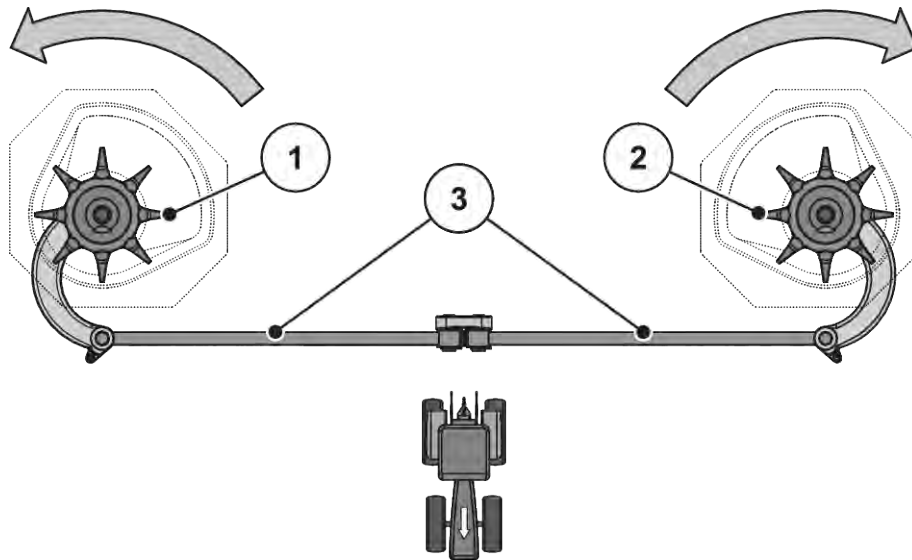

図 60: アジテータードライブの点検
▶ アジテーターターレットを手で散布ディスクの回転方向に回します。参照: 図 60 アジテータードライブの点検。
▶ アジテーターターレットをオイルフィルターバンドを使うか、手で散布ディスクの回転方向と反対の方向に回します。参照: 図 60 アジテータードライブの点検